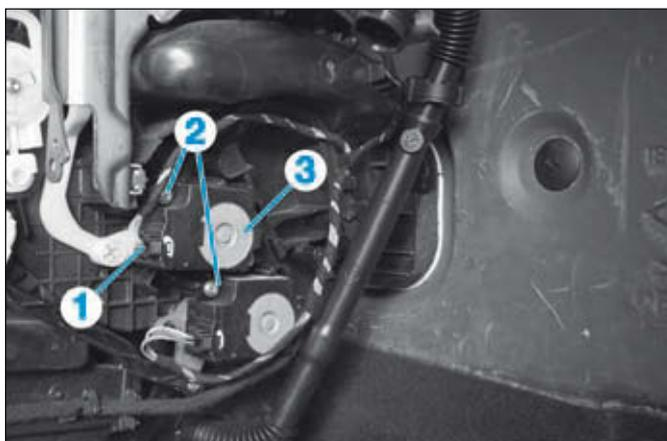

FIG.54
• Débrancher le connecteur (1) (Fig.54).
- les vis (2),
- le moteur de volet de distribution d'air (3).